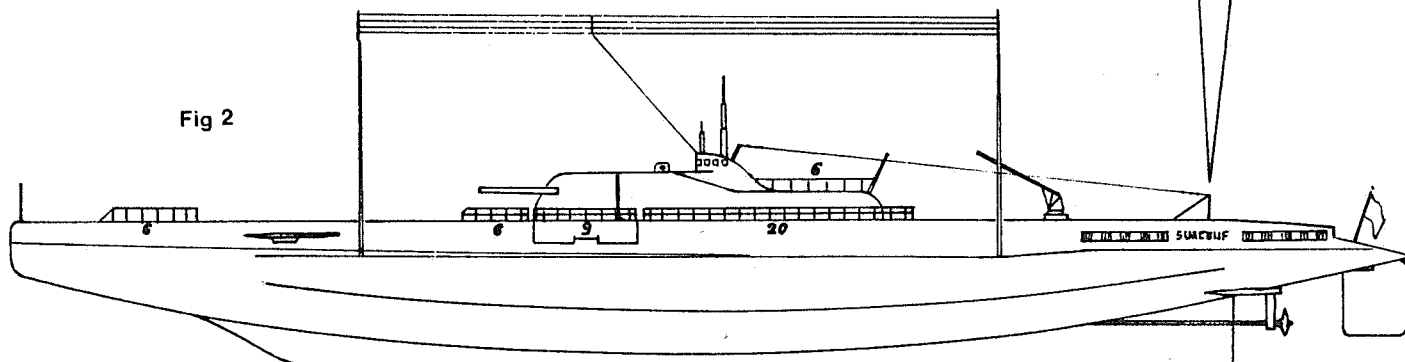

Fig 2
Pour ce qui est du S.M. Surcouf, il faudra préparer le pont et percer des trous de 3/10 mm. de diamètre tous les 3 mm. (voir figure 2) soit 6 à l'avant, 6 en avant du socle de tourelle, 9 sur le socle de tourelle et 20 le long du kiosque et pour finir 6 sur l'arrière du kiosque, plus un pour le mât de pavillon de route. Répéter l'opération de l'autre côté. Soit un total de 95 trous, donc munissez-vous de plusieurs forets de rechange, car 3/10 mm. c'est très fragile et casse facilement, même quand on a la main.
- b) entre les mâts d'antenne haute, ils sont au nombre de 4. Là, il vous faudra beaucoup de patience et n'hésitez pas de recommencer, si vous constatez une différence de tension entre eux, et finalement les réunir entre eux et descendre à l'avant du kiosque (Fig. 2).